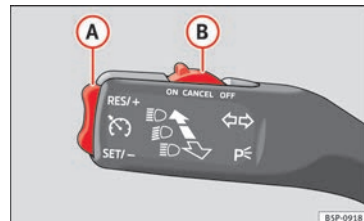

Bild 135 Spak för blinker och helljus: reglage och vippomkopplare för farthållare.
- Tryck på brytaren » **bild 135** **(B)** åt vänster till **ON**.